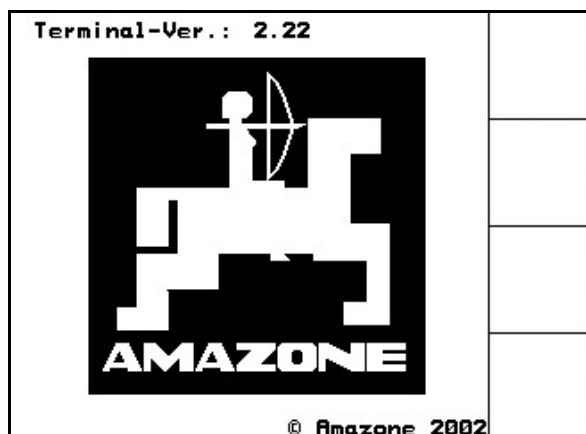

Fig. 94
- Om redskapsdatorn är ansluten visas startmenyn (Fig. 94) med terminal-version (här Terminal-Ver.: 2.22). Efter ca. 2 sekunder växlar **AMATRON⁺** automatiskt till huvudmenyn